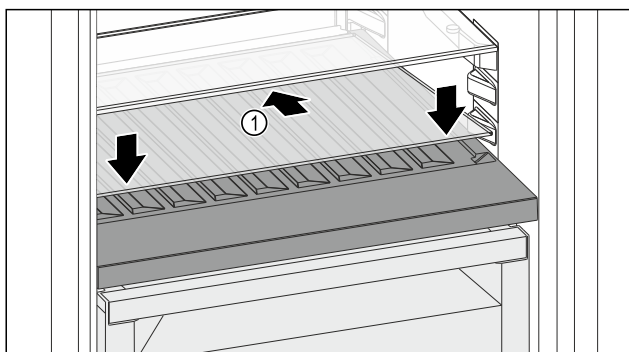

Fig. 149
- Nasadte sklenú dosku Fig. 149 (1) šikmo a naklonenú smerom dozadu nadol.
- Spustite sklenú dosku Fig. 149 (1) vpredu.